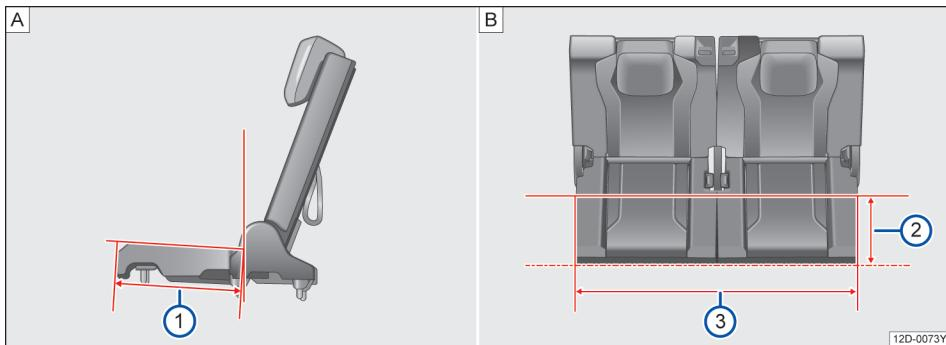

图 84 第三排座椅座宽和坐垫深
=368mm→图 84[A]①。
如图→图 84[B]在距离第三排座椅边缘 235mm
时→图 84[B]②，座垫宽度为 964mm→图 84[B]
③。